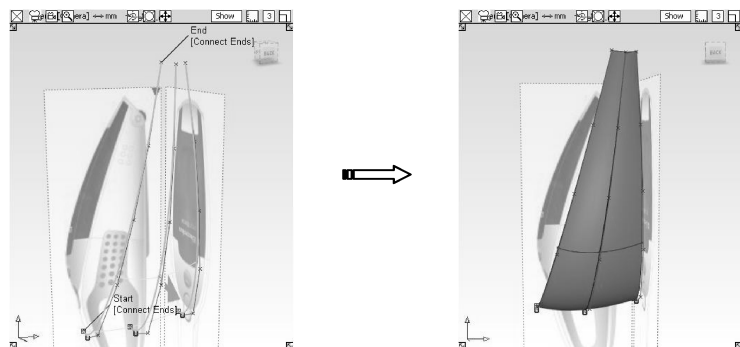

图9-9 创建放样曲面
- 10 选择【Skin】工具，依次选取这三条曲线（顺序错了会在很大程度上影响曲面的形成），形成吸尘器侧面，如图9-9所示。